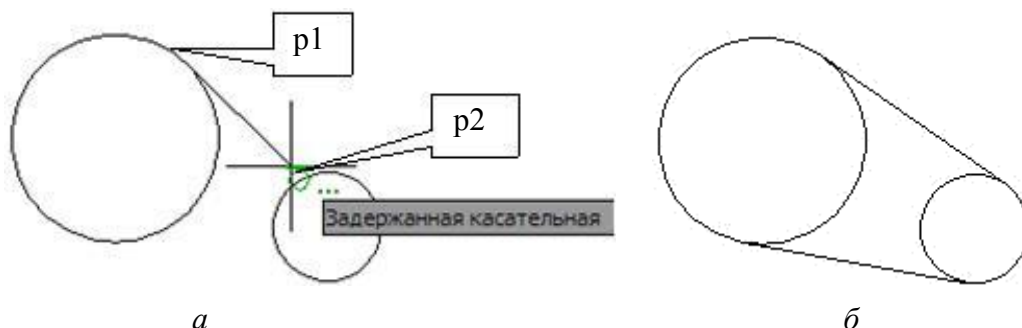

Рис. 3.1. Построение касательных к двум окружностям:
Окружности показаны на рис. 3.1, а.
2. Далее на первый запрос (см. п. 1.4.2) необходимо щелкнуть мышью в точке p1 (рис. 3.1, а).
3. На второй запрос щелкнуть мышью в точке p2 (рис. 3.1, а). Результат построения показан на рис. 3.1, б.